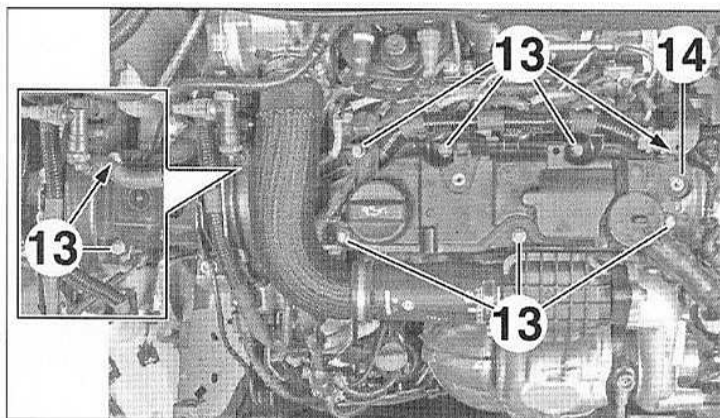

FIG.90
- Déposer (Fig.90) :
- les vis (13),
- le couvre-culasse (14).